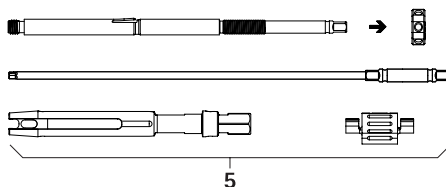

Fig. 3
- Desmontar a alavanca de reposição percutânea 5, ver Fig. 3. Desarmar completamente e desapertar a porca tensora.